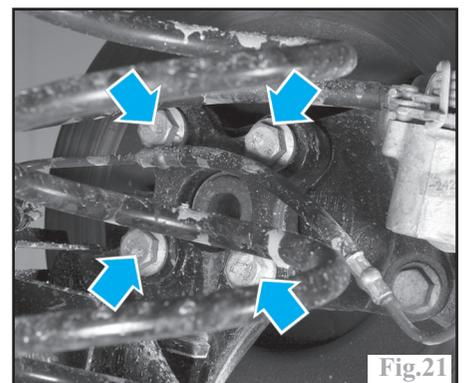

Fig.21
-les quatre vis de porte-fusée (Fig.21).